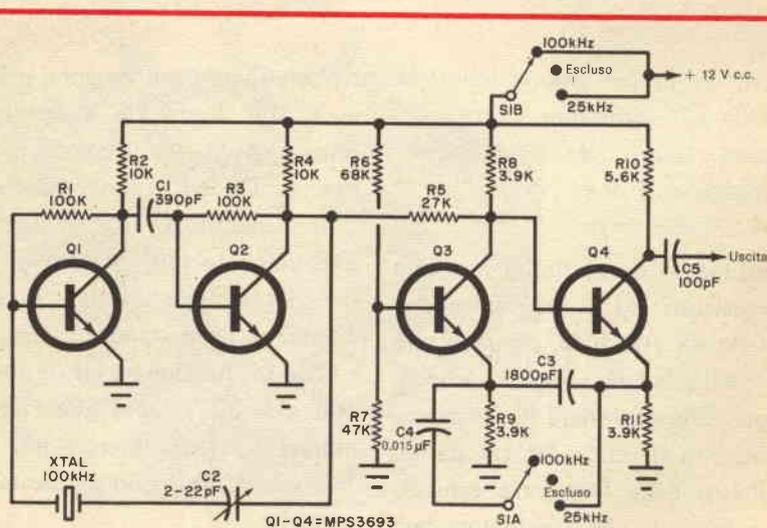

Fig. 1 - I transistori Q1 e Q2 formano, con il cristallo, un oscillatore in serie; Q3 e Q4 costituiscono un multivibratore commutabile su due frequenze.
**Come funziona** - Con riferimento alla *fig. 1*, i transistori Q1 e Q2, in unione con il cristallo da 100 kHz, costituiscono uno stadio oscillatore in serie. Il compensatore C2 permette di variare la frequenza di funzionamento di circa 50 Hz da un lato e dall'altro della frequenza centrale del cristallo, in modo che l'oscillatore può essere azzerato con precisione mediante battimento con una stazione campione.